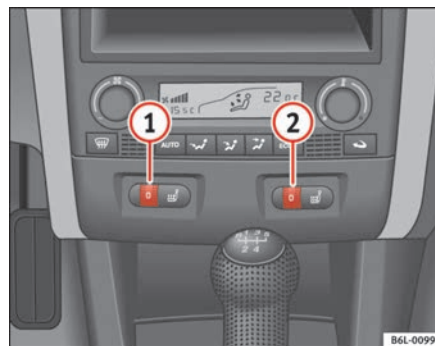

Fig. 73 Ruedecillas moleteadas de la calefacción de los asientos delanteros
- Gire la ruedecilla correspondiente ⇒ **fig. 73** para encender la calefacción del asiento. En la posición **0** la calefacción del asiento está desconectada.